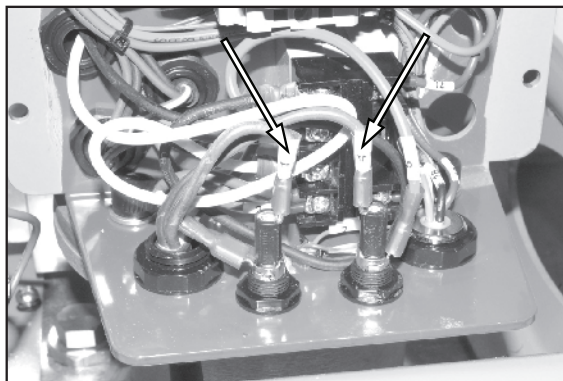

Рис. 18.
3. См. рис. 18. Отсоедините два провода электропитания.